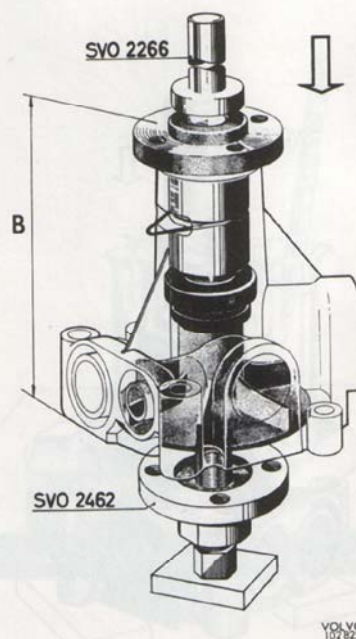

Bild 117. Montering av remskiva
4. Vänd pumpen. Anbringa ett mothåll under axeländan i skovelhjulets hål och pressa på navet med dorn SVO 2266. Använd som mothåll exempelvis avdragare SVO 2462 med centrumskruven inskruvad, så att den stöder mot axeln. Pressa försiktigt så långt att måttet B enligt bild 117 blir $105 \pm 0,2$ mm.